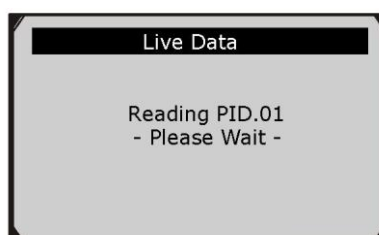

Рисунок 5-10
2) Подождите несколько секунд пока сканер проверит доступные ПИД-регуляторы. См. рисунок 5-10.